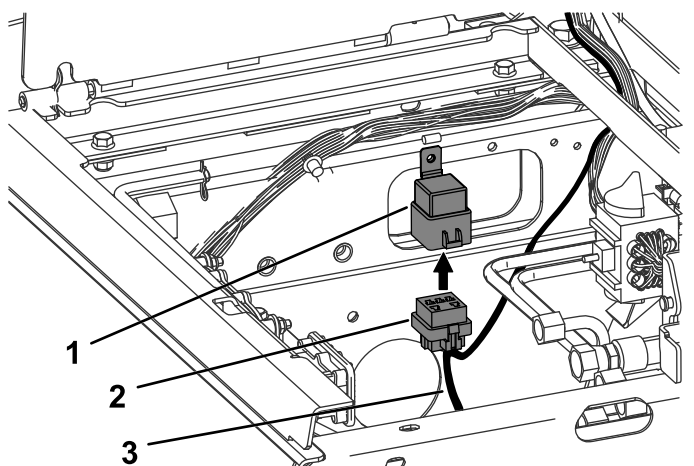

図 27
8. リレーコネクタを 図 27 のようにリレーに押し込む。